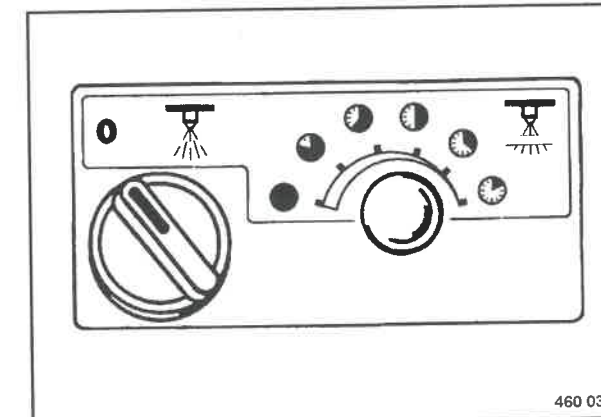

Fig. 70
- Porre l'interruttore rotante Irrorazione (Fig. 70) nella posizione "Destra".